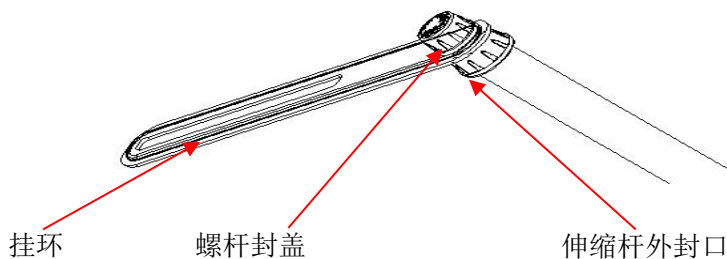

图 14
- d. 安装挂环：拧退衣杆伸缩杆上的螺杆封盖，然后将螺杆封盖与挂环固定在衣杆伸缩杆上（凹面朝内），如图 14 所示。